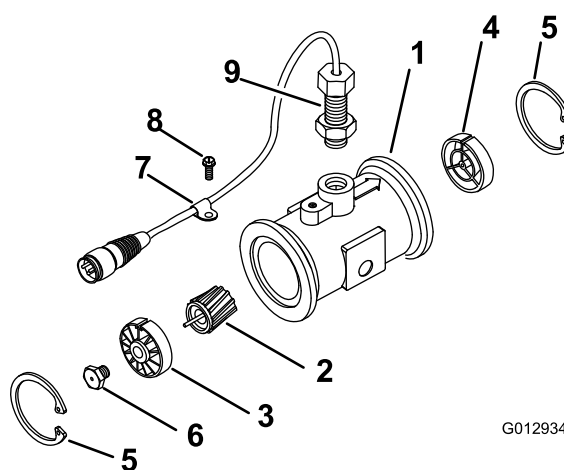

Figura 65
- Retire el anillo de sujeción del lado “aguas arriba” (Figura 65).